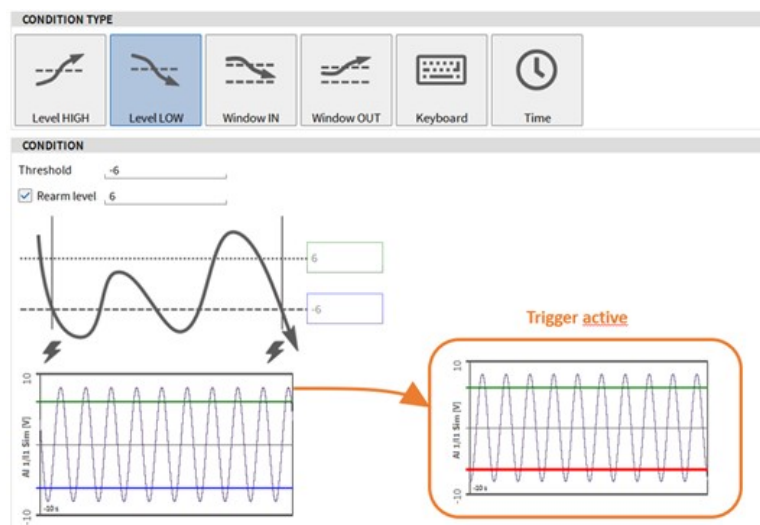

Abb. 9.7: Trigger auf *Level LOW*
- Level LOW/Unter: Ereignis aktivieren, wenn das gewählte Signal den definierten Schwellenwert unterschreitet. Ein *Rearm Level*, welches erfüllt werden muss, bevor der Trigger erneut einsetzt, kann optional definiert werden (siehe Abb. 9.7).